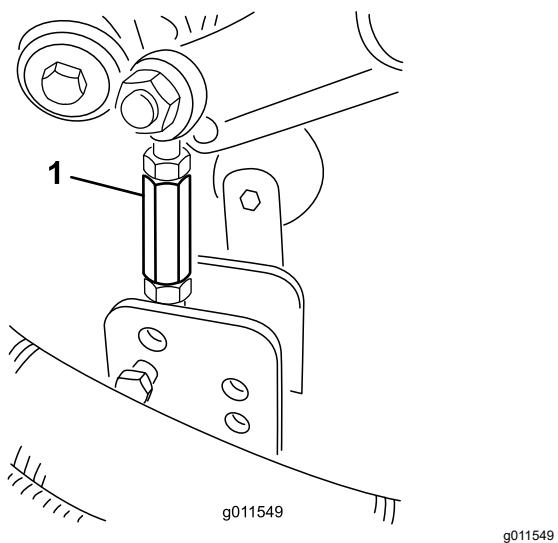

Figure 25
- Enlevez les goupilles fendues et les axes de chape qui fixent les biellettes d'amortisseurs aux supports du tablier de coupe (Figure 25).